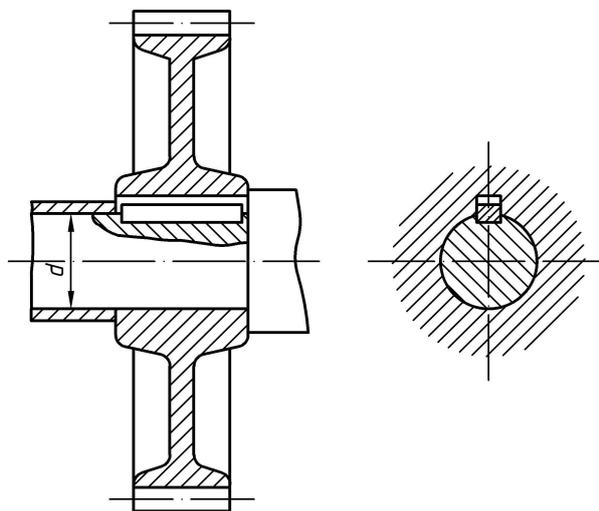

Рис. 4.2. Расчетная схема к задаче № 2
2. Подобрать по ГОСТу размеры поперечного сечения призматической шпонки и определить длину шпонки из условия на прочность (рис. 4.2), если передаваемый валом крутящий момент T и диаметр вала d заданы в табл. 4.2.